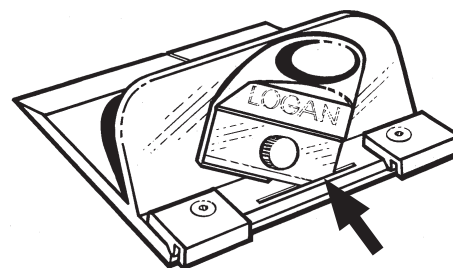

Fig. 4
**REMARQUE:** Réglez la lame sur carton plume (écart maximum), feuille de passe-partout standard (écart moyen), ou sûreté (écart minimum) (Fig. 4).